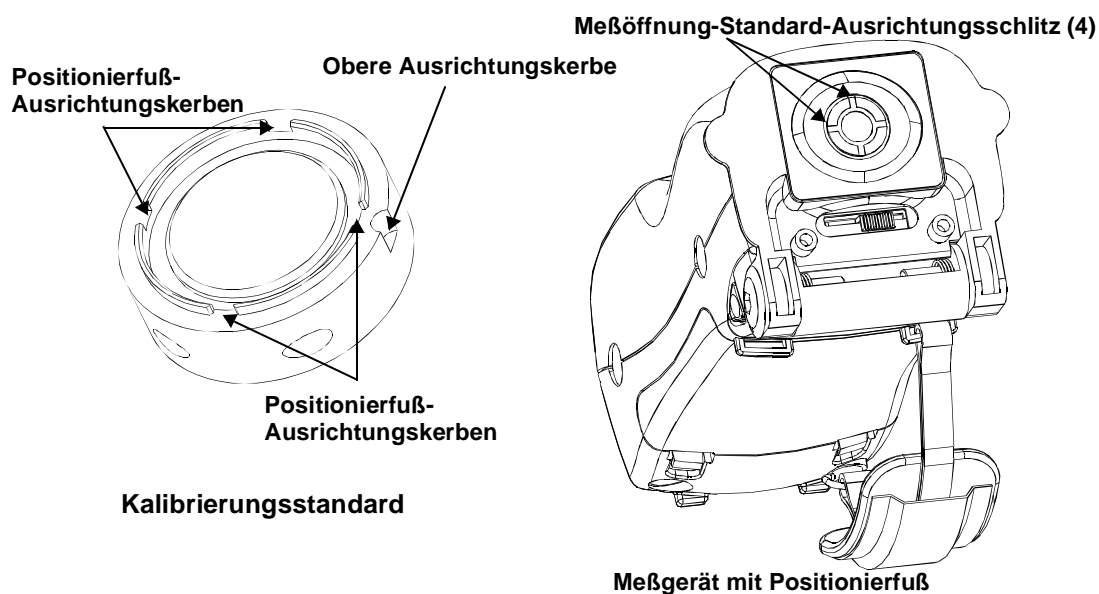
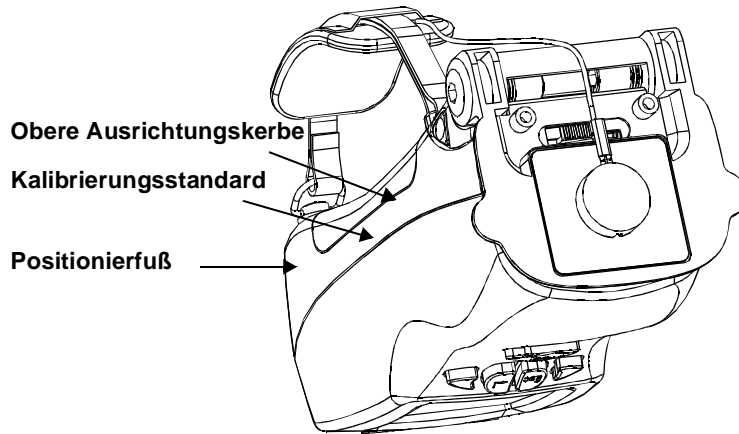

Abb. 4-1 Ausrichtung des Kalibrierungsstandards
Abb. 4-2 Weißer Kalibrierungsstandard an der Meßöffnung
5. Bringen Sie den weißen Standard an der Meßöffnung in Position. Siehe Abb. 4-1. Prüfen Sie, ob der Standard mit den Schlitzen am Positionierfuß einrastet. Suchen Sie die obere Ausrichtungskerbe am Standard, und prüfen Sie, ob sie mit der Oberkante des Positionierfußes fluchtet. Siehe Abb. 4-2.